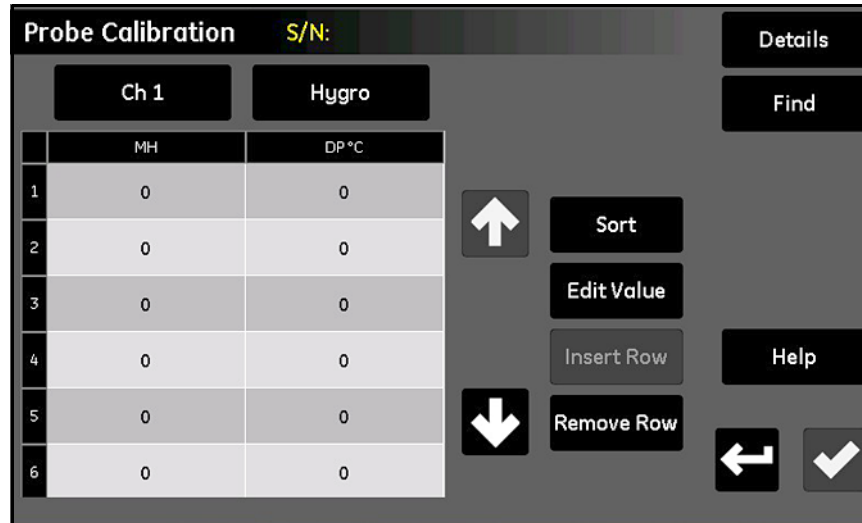

Figure 58: Écran Étal. sonde
1. Dans le *Menu Configuration*, touchez **Étal. sonde** pour ouvrir l'écran *Étal. sonde* semblable à celui illustré à *Figure 58 on page 65*.